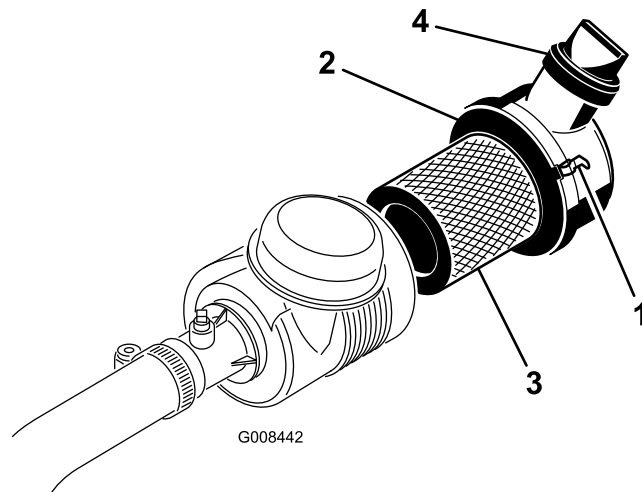

Figura 33
1. Rilasciate i dispositivi di fermo che fissano il coperchio del filtro dell'aria al corpo del filtro (Figura 33).
7. Accertate che i fermi fissino il coperchio del corpo (Figura 33).